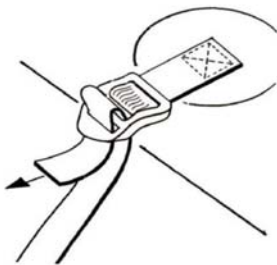

Figura 2
1. Extienda la bolsa de carga en una superficie lisa y limpia e instale las tiras de amarre como se muestra en la Figura 2.